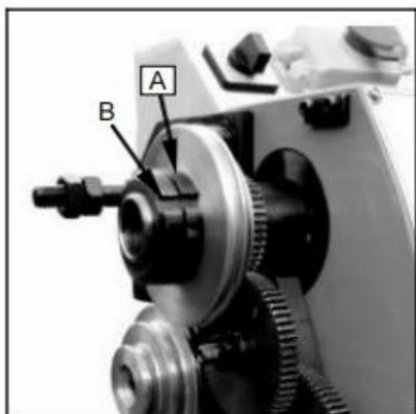

Fig. 32
Draai de sleufmoer (A) vast Afb . 32) op de rug van de spindel, loos de buitenste sleufmoer (B, Figuur 32). Stel de sleufmoer af (A, Fig.32) tot alle einde spelen wordt opgenomen. De spindel zou nog steeds vrij ronddraaien. Vastmaken de gegroefde moer (A, Fig.32) opnieuw en draai de buitenste gesleten nu t (B, Figuur 32).